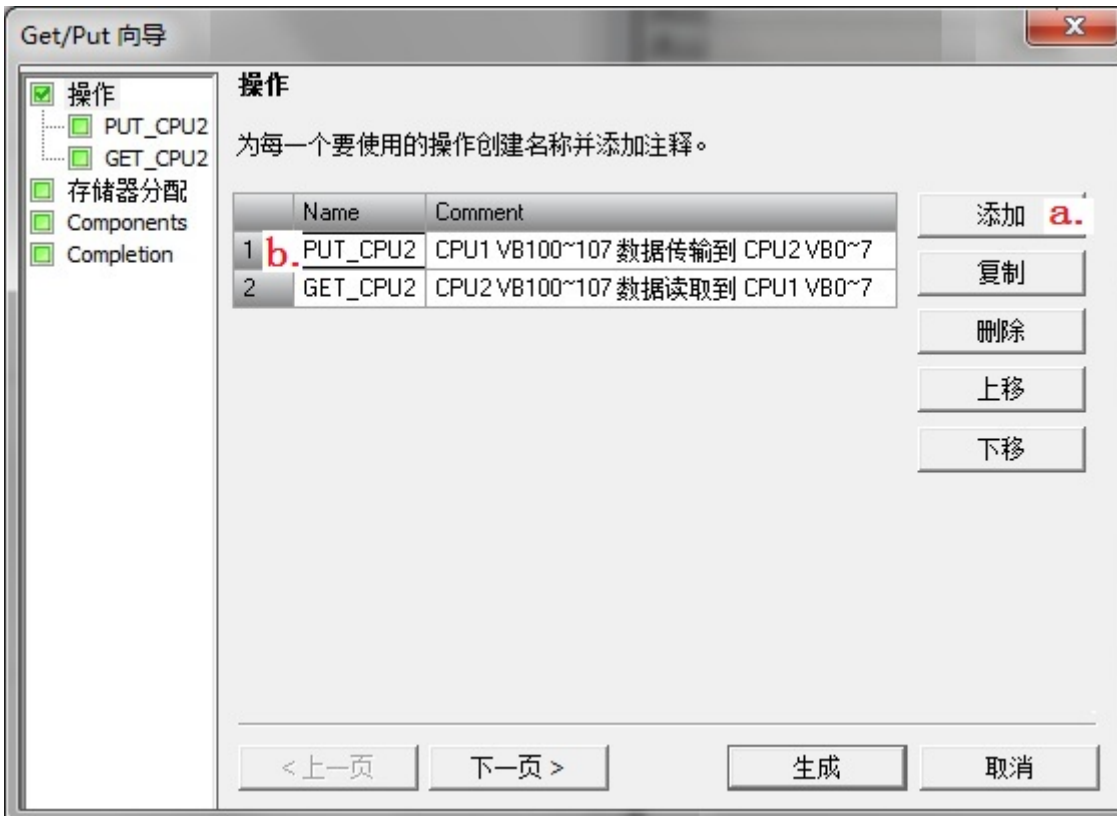

图 2 添加 PUT/GET 操作
2、在弹出的“Get/Put”向导界面中添加操作步骤名称并添加注释（见图 2）。